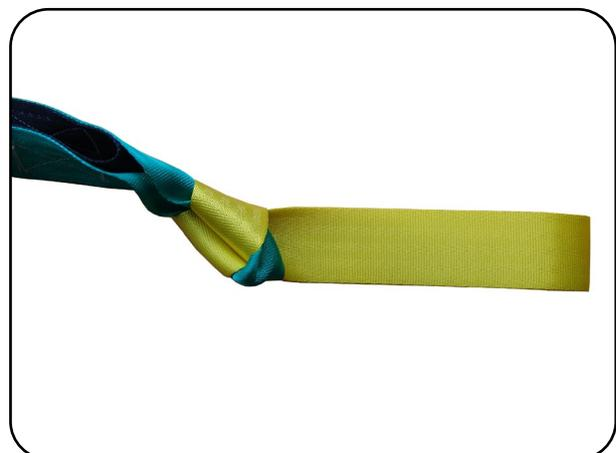

Abb. 6.1.04 – befestigte Verlängerungsschleife
4. Die Verlängerungsschleife ist befestigt (Abb. 6.1.04). Wiederholen Sie den Vorgang bei den Gurtschlaufen des aks-Liftermgurt, die ebenfalls verlängert werden sollen.